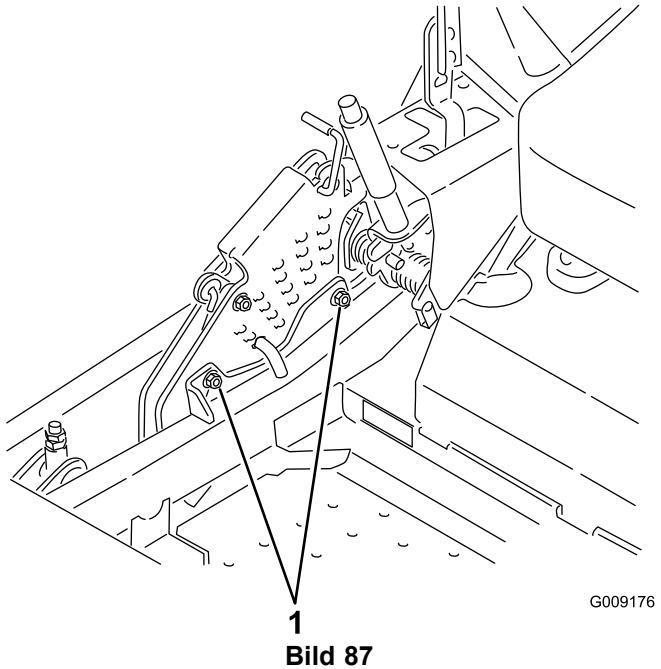

Bild 87
14. Ziehen Sie die Schrauben unten an der Schnitthöhenplatte an (Bild 87). Ziehen Sie sie auf 37 bis 45 Nm an.